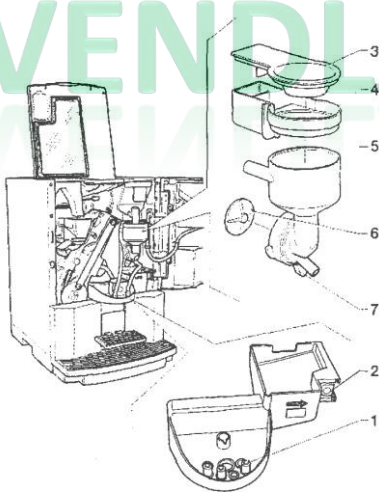

Рис. 25
- снимите крышки, воронки для воды и порошкообразных продуктов, устройства подачи, выдвигающиеся приспособления для подачи порошков и перемешивающие колеса миксеров (см. рис. 25);